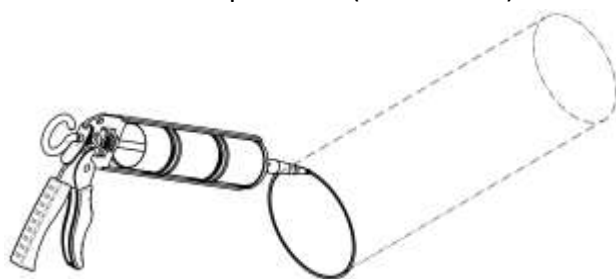

Рис. 15
5. Установите гильзу в отверстие вровень с поверхностью стены. В качестве гильзы можно использовать вентиляционный канал внутренним диаметром 125 мм и толщиной стенки 1 мм (белый, либо серый). Для обеспечения лучшей виброразвязки между стеной и вентиляционным каналом, тепло- и шумо-изоляции, а также герметизации: в качестве уплотнительного материала использовать односторонний самоклеящийся пенофол толщиной 3-5 мм. Проведите герметизацию канала с помощью монтажной пены или силиконового герметика (см. Рис. 15)